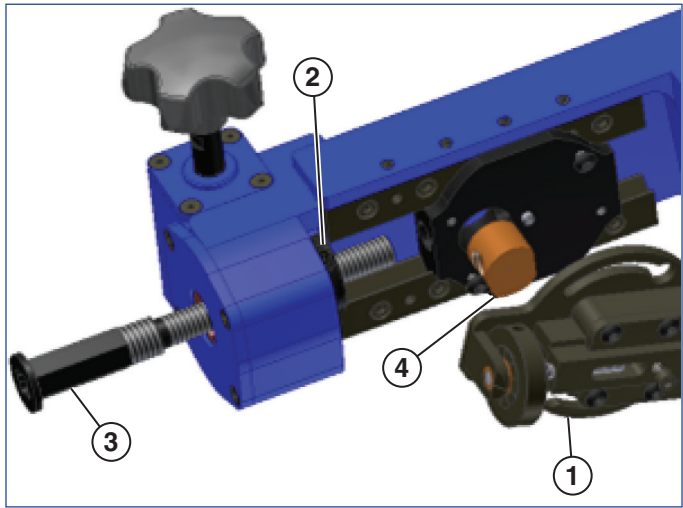

图 6
4. QuickFace 配有两个进给螺杆。如果所需的表面抛光为 3,18 - 6,35 μm (125 - 250 微英寸)，则使用 $\frac{1}{2}$ - 11 进给螺杆。如果所需的表面抛光为 1,52 - 2,54 μm (60 - 100 微英寸)，则使用 $\frac{1}{2}$ - 20 进给螺杆。参见图 6。